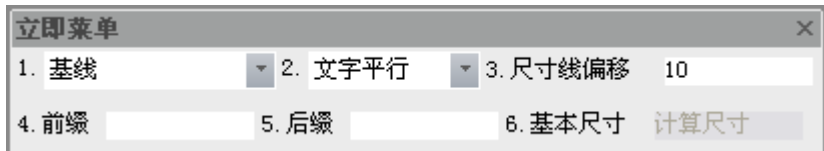

图 3-19 基线标注立即菜单 2
2) 如拾取的是【第一引出点】，弹出立即菜单如图 3-19 所示。